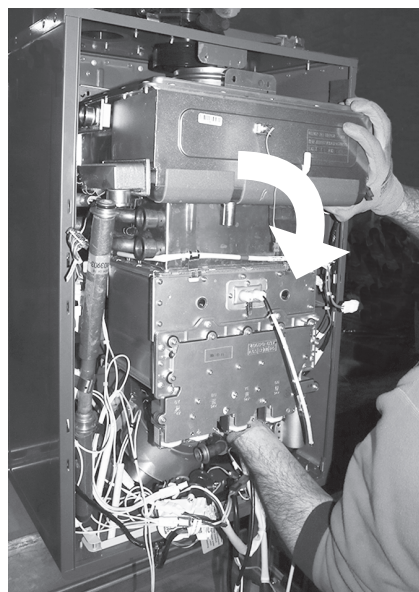
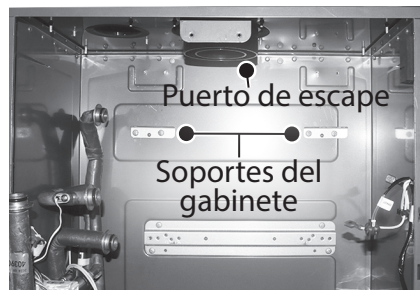

Figura 156 - Retiro del conjunto de intercambiador de calor
Figura 157 - Soportes del gabinete
- 48** Retire los dos tornillos superiores del soporte de instalación. Permita que el intercambiador de calor caiga levemente de manera que se pueda desconectar del puerto de escape y luego levántelo para retirar el intercambiador de calor de los dos soportes del gabinete y el calentador de agua. Consulte la Figura 156 y la Figura 157 como referencia.
- 72** Levante el intercambiador de calor dentro del gabinete del calentador de agua. Incline la parte superior del intercambiador de calor ligeramente hacia usted para que las dos lengüetas de la parte trasera del intercambiador de calor secundario se inserten en los dos soportes de apoyo del gabinete como se muestra en la Figura 157.